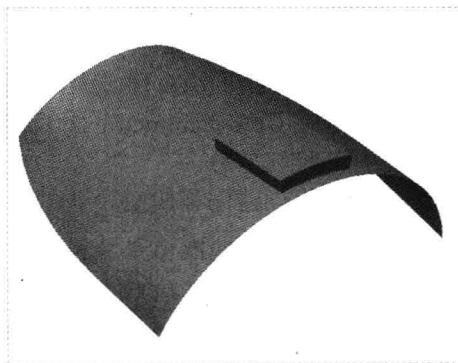

图 10-31 创建带有拔模的偏移曲面
Step 04 单击“应用并保存在工具中所做的所有更改，然后关闭工具操控板”按钮, 即可创建带有拔模的偏移曲面，如图 10-31 所示。